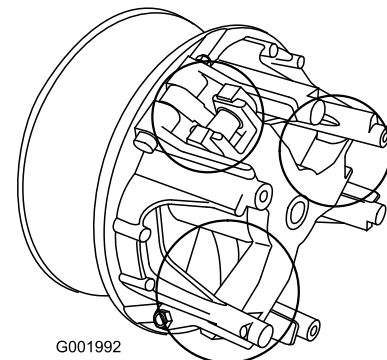

Bild 55
5. Schmieren Sie die beweglichen Teile in den Bereichen, die in Bild 55 eingekreist sind, mit Toro Dry Lubricant Spray ein. Sie erhalten den Spray von Ihrem Toro Vertragshändler oder Distributor.